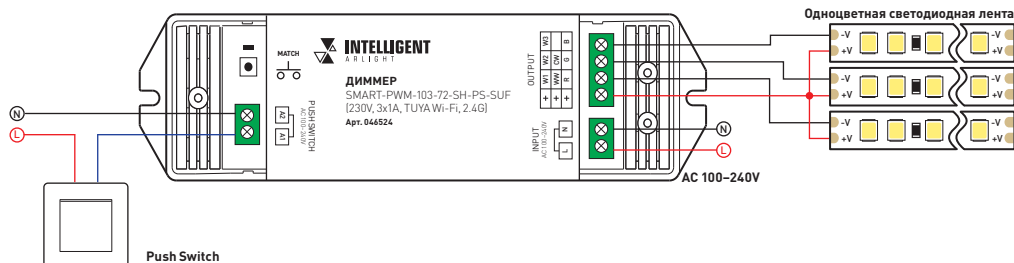

Рис. 3. Схема подключения диммера с высоковольтной одноцветной светодиодной лентой (DIM)
3.8. При использовании многозонных пультов ДУ или панелей можно построить разветвленную систему управления (рис. 3).